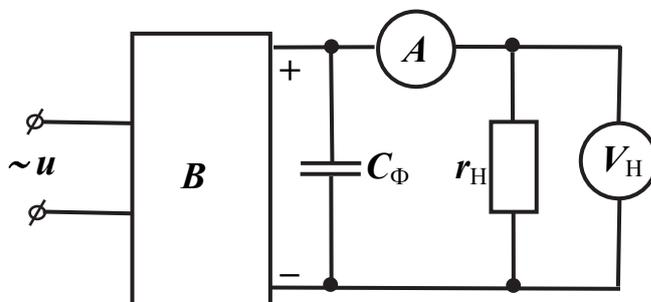

Рис. 22.3
3. По указанию преподавателя собрать однофазную однополупериодную или двухполупериодную схему выпрямителя с емкостным фильтром (рис. 22.3).